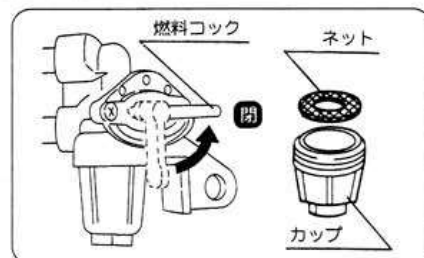

図34
- ① 燃料コックを「閉」にしてください。(図34)
- ② ストレーナカップを外して、底に沈澱しているゴミや水を抜取ってください。
- ③ ストレーナカップとネットを洗浄してください。(図34)